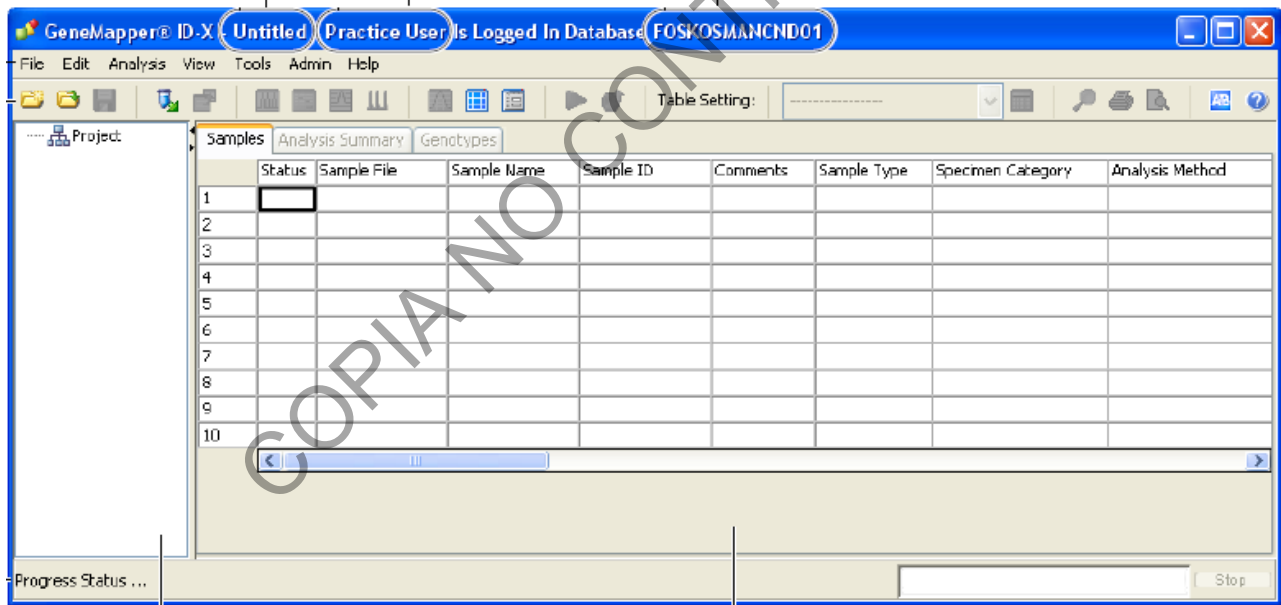

Figura 41. Programa *GeneMapper ID-X*
**7.17.4** Se desplegará la pantalla del programa (ver figura 41).